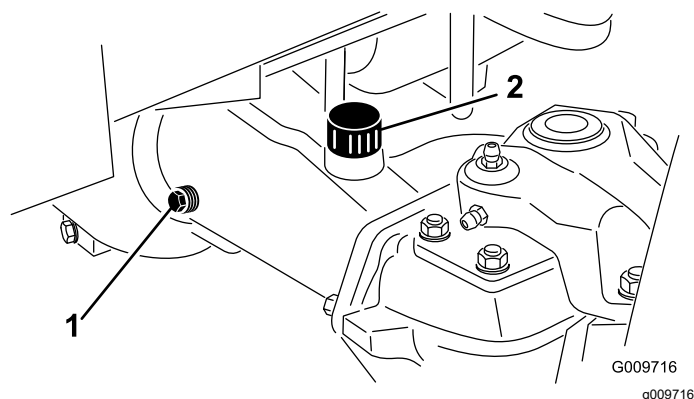

图 65
2. 从轴的一端取出检查塞 (图 65) 确保润滑剂向上直至孔的底部。如果润滑剂过少请取出加注塞 (图 65) 添加足够的润滑剂直至液位达到检查塞孔的底部。